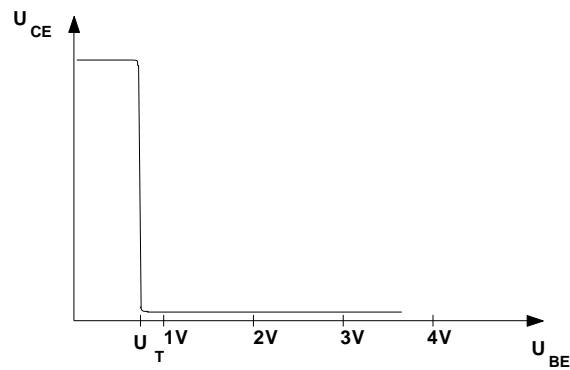

Abb. 5.1: Die Übertragungskennlinie eines Inverters.
9. Überlegen Sie grafisch welche Pulsweiten sich ergeben wenn eine Vorspannung von $0,5\text{ V}$ anliegt, im Vergleich zu einer Vorspannung von 0 V . Nehmen Sie als Amplitude der Sinusschwingung 1 V an. Benutzen Sie Abb. 5.1